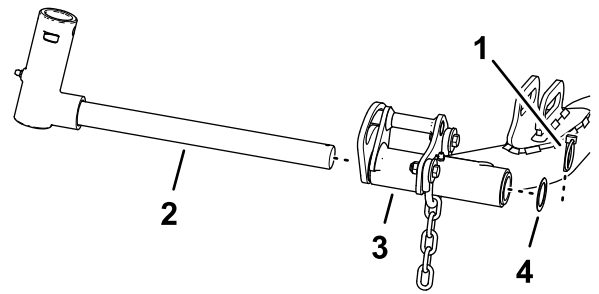

Figura 26
- Retire o pino de sujeição e a anilha que prende o veio da articulação ao braço de elevação e faça deslizar o veio de articulação para fora do braço de elevação (Figura 26).